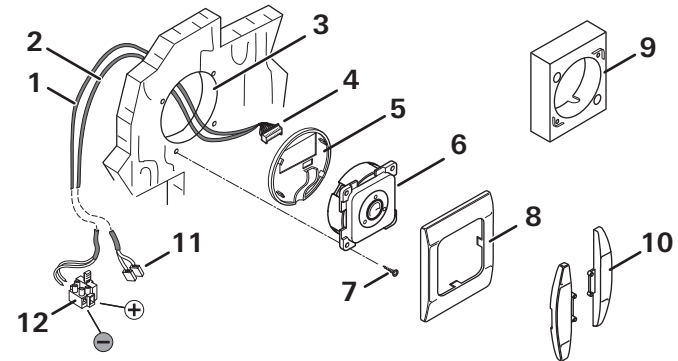

Abb. 3
(Abb. 3-1)	Verweis auf ein Bild z. B. Abbildung 3 - Nummer 1
- ▶ Geeigneten Platz für das Bedienteil (Abb. 3) an gut sichtbarer Stelle vorsehen.